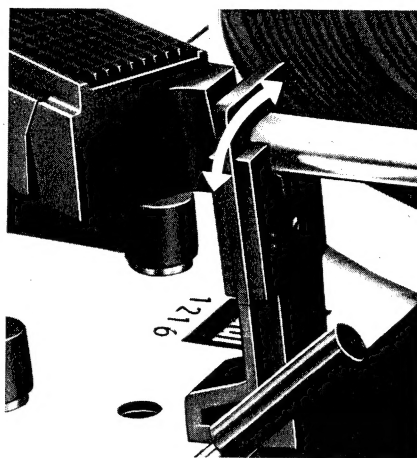

Fig. 7
Dann wählen Sie die erforderliche Plattenteller-Drehzahl ②, stellen die Drehtaste ⑬ auf den Schallplatten-Durchmesser (17, 25 oder 30 cm, bzw. 7, 10 oder 12") ein und entriegeln den Tonarm (Fig. 7).
Bemerkung: Nach dem Spielen der Schallplatte oder der letzten Platte eines Stapels erfolgt die Rückführung des Tonarmes und das Abschalten automatisch. Es empfiehlt sich, nach Spielende den Tonarm zu verriegeln (Fig. 7).